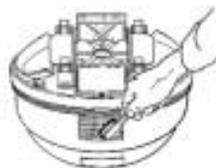

Fig. 8
10. Mantenere la griglia posteriore pulita e senza corpi estranei, spazzolandola regolarmente. (vedi fig. 8)